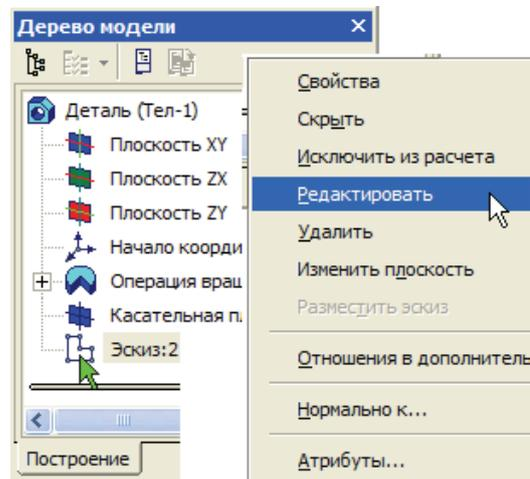

Рис. 7.14
- Щелкните на элементе **Эскиз:2** правой клавишей мыши и выполните из контекстного меню команду **Редактировать**. Система перейдет в режим редактирования эскиза (рис. 7.14).